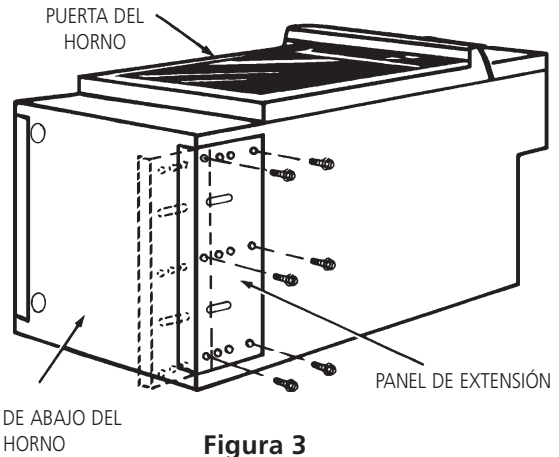

Figura 3
En estos modelos hay 1 1/2" (3.8 cm) de ajuste en la altura (vea la figura 3). Con este ajuste y 1/2" (1.2 cm) del borde que sobresale, el electrodoméstico puede instalarse en huecos de 28 1/8" (71.4 cm) a 30 1/8" (76.5 cm).
1. Ponga el horno apoyado en la parte trasera (vea la figura 3).